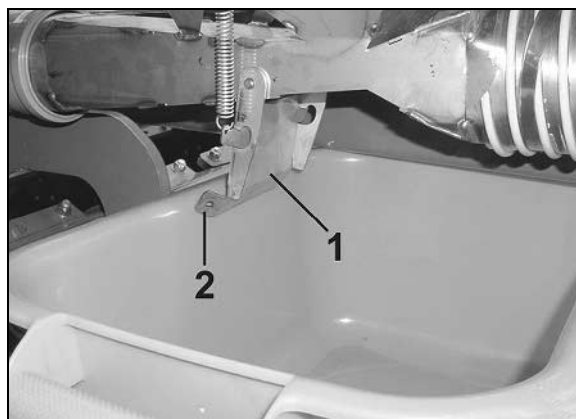

Рис. 65
8. Откройте клапан загрузочной воронки (Рис. 65/1).
Опасность сжатия при открытии и закрытии клапана загрузочной воронки (Рис. 65/1)!
Беритесь только за накладку (Рис. 65/2) клапана загрузочной воронки, иначе имеется опасность травмирования от удара пружинного клапана (Рис. 65/1).
Никогда не проникайте руками в зону между клапаном загрузочной воронки (Рис. 65/1) и загрузочной воронкой!
10. Закройте клапаны загрузочной воронки (Рис. 65/1) с особой осторожностью (опасность сжатия!).
12. Откройте клапан загрузочной воронки (Рис. 65/1).